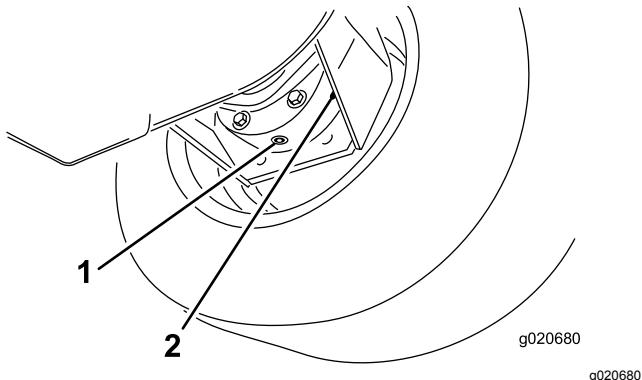

Figura 90
3. Mettete una bacinella sotto la scatola del freno, togliete il tappo di spurgo e lasciate defluire l'olio (Figura 90).